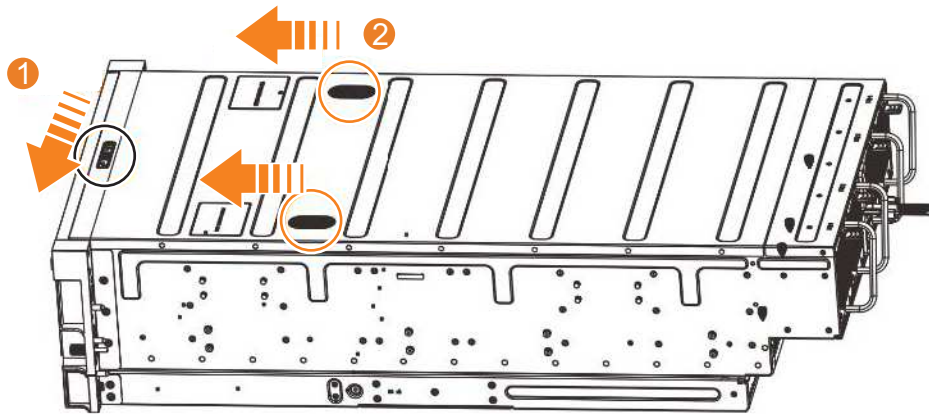

図 49. 2145-92F カバーの取り外し
2. 解放ラッチ (1) を、図 49 に示されている方向にスライドさせます。
3. 図 49 に示すように、カバーを拡張エンクロージャーの前面方向にスライドさせます(2)。